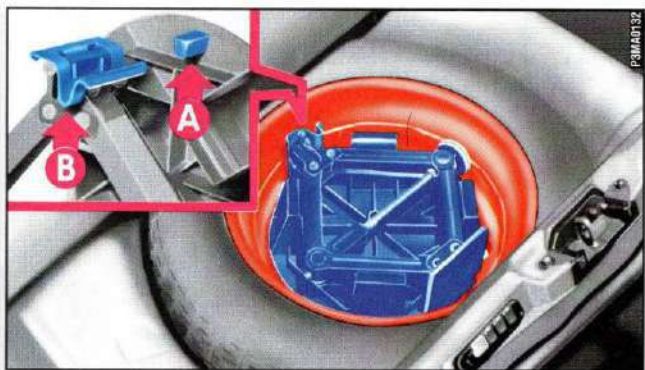

fig. 9
– Rimettere il cric nel proprio supporto facendo coincidere il perno **A**-fig. 9 con la scanalatura **B** del cric, quindi sistemare il tutto nella ruota sostituita.